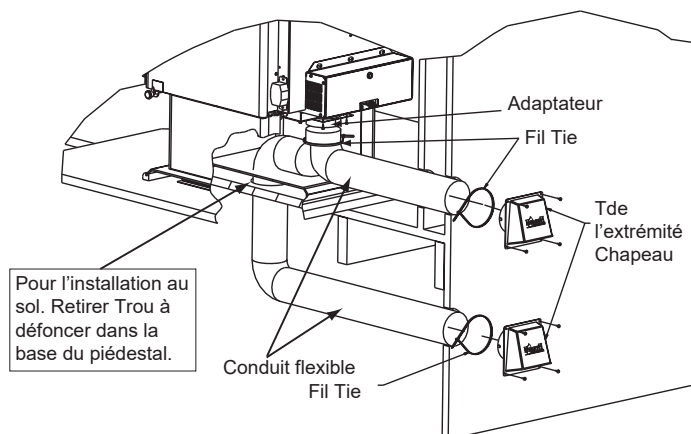
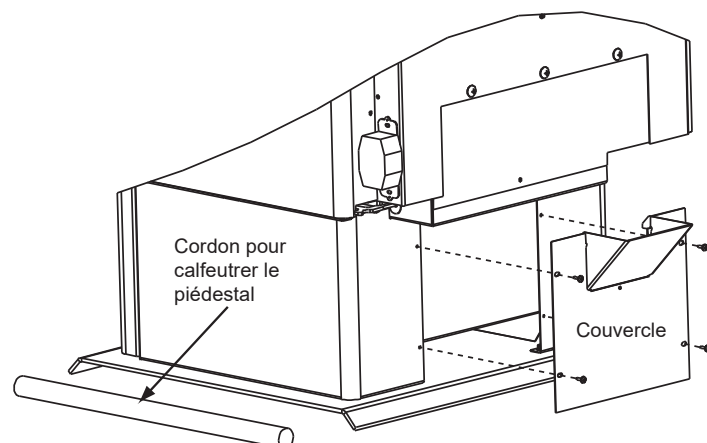

Figure 16.1. - Installation au sol et à l'arrière
Figure 16.2
Le kit SRV7033-041 inclut : la plaque de recouvrement et le cordon d'étanchéité (voir l'autre type d'installation au sol ci-dessous, **figure 16.2**)
2. Utilisez un tournevis à tête cruciforme no 2 pour fixer l'adaptateur flexible à l'appareil au moyen de 4 vis (**Figure 16.1**).
Dans certains cas, vous ne pourrez pas installer le tuyau flexible comme illustré à la **figure 16.1**. Dans ce cas, vous devrez commander le kit SRV7033-041 qui inclut la plaque de recouvrement et le cordon d'étanchéité illustrés à la **figure 16.2**. Le but est d'étanchéifier le piédestal pour que l'air de la pièce ne puisse pas s'infiltrer dans le piédestal.